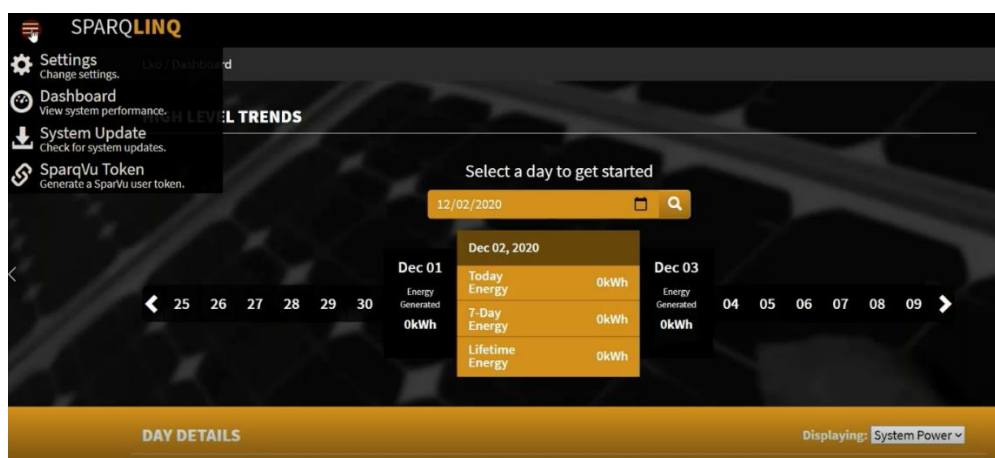

Figure 14: 通过SparqLinq功能面板进行网络配置
1. 点击功能面板页面左上角的菜单图标(三个横杠)，然后选择设置选项，如图14所示。